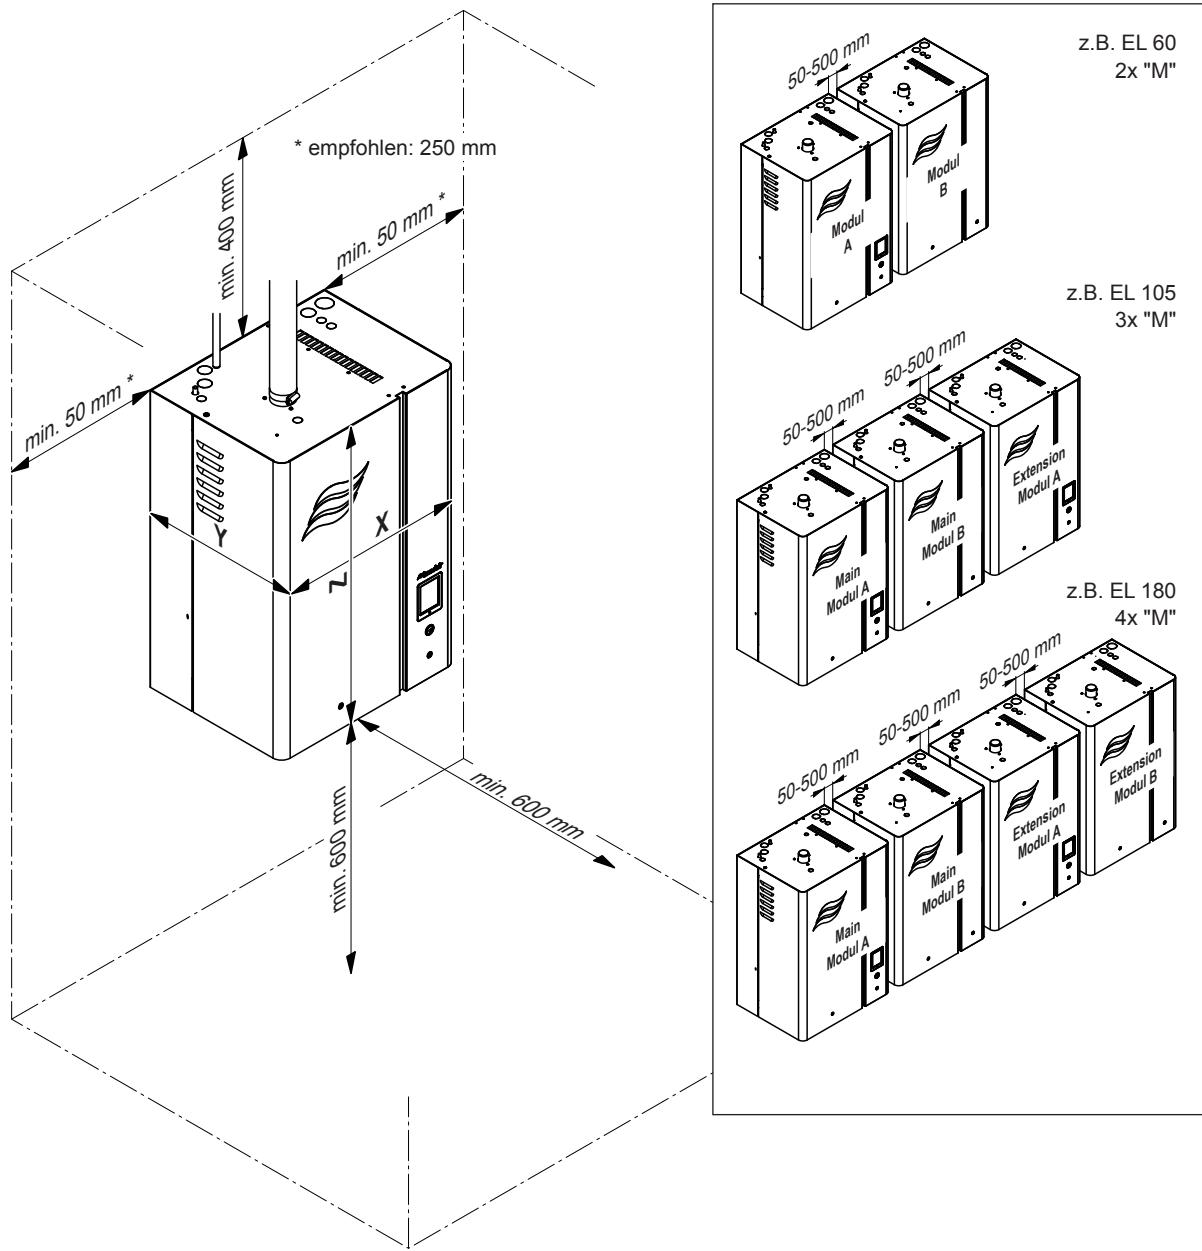

Abb. 9: Einzuhaltende Abstände
- Dampf-Luftbefeuchter so platzieren, dass das **Gerät gut zugänglich** und genügend Platz für die Wartung vorhanden ist. Die **Minimalabstände** gemäss Abb. 9 müssen eingehalten werden.
- Damit die mitgelieferten Kabel bei Doppelgeräten und Linkup-Systemen verwendet werden können, müssen die einzelnen Geräte in der angegebenen Reihenfolge mit einem Abstand von min. 50 mm bis max. 500 mm nebeneinander und auf gleicher Höhe montiert werden (siehe Abb. 9).